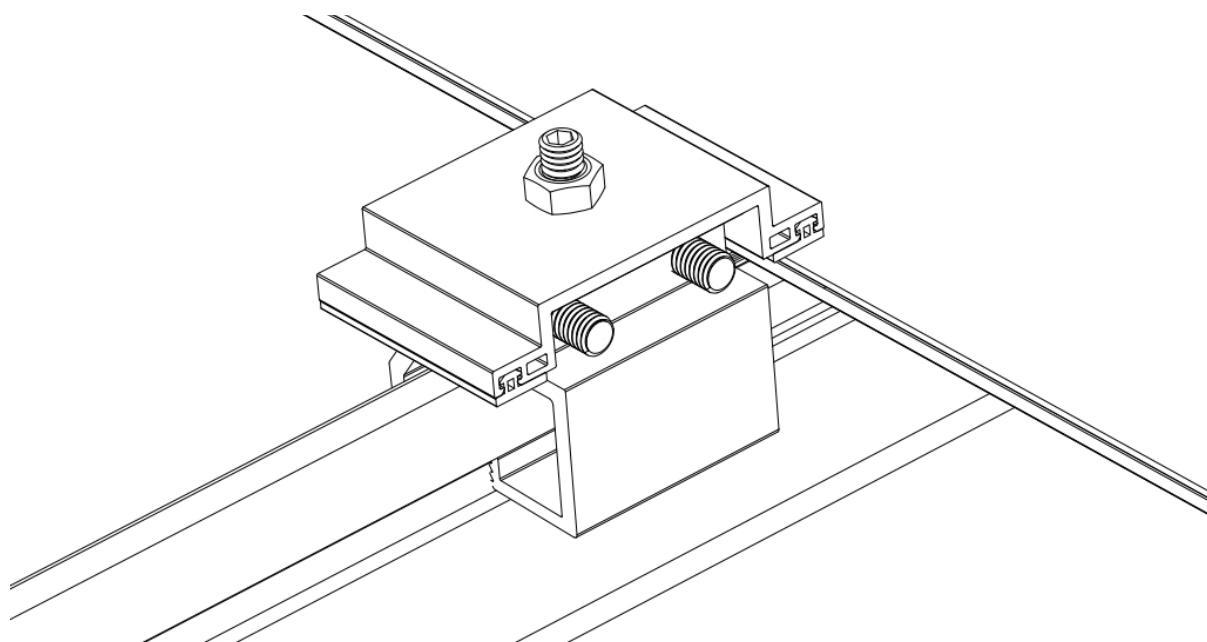

図 8
- 最後に、最初の一列のクランプベースの上に配置し、クランプカバープレートを取り付け、M8 ナットワッシャーで固定します (図 8)。これで最初の製品の取り付けが完了しました。